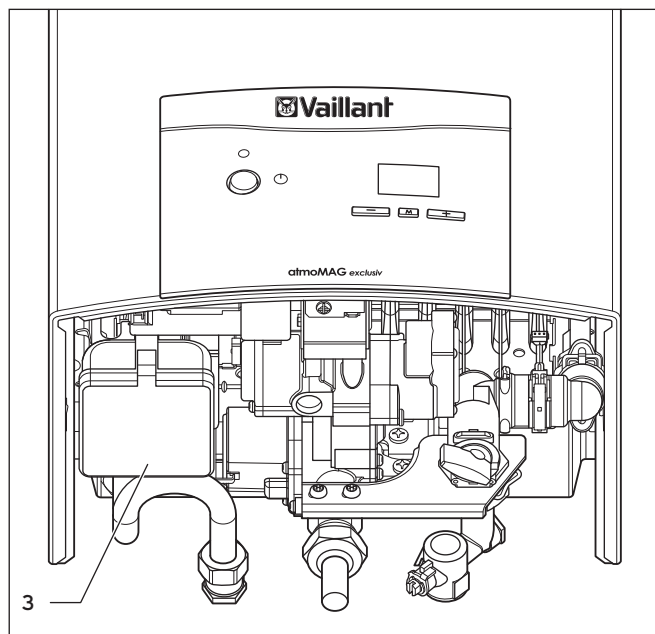

Fig. 4.8 Substituição das pilhas
O compartimento das pilhas (3) - consulte a Fig. 4.8 - encontra-se na parte inferior do aparelho, do lado esquerdo, e pode ser acedido sem retirar a caixa.